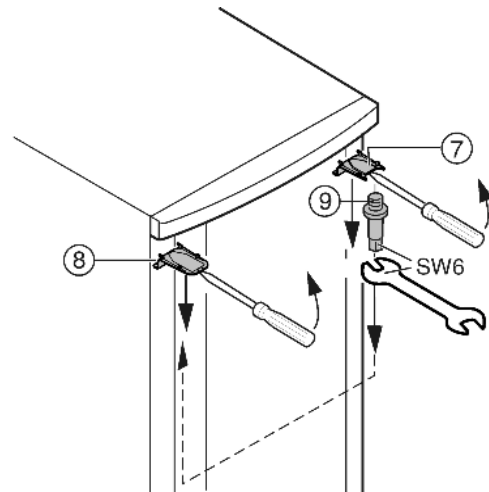

Fig. 8
- ▶ Fenn a Fig. 8 (7) és a Fig. 8 (8) fedelet pattintsa ki egy csavarhúzó segítségével, és ferdén lefelé távolítsa el.
- ▶ Csavarja ki a tartócsapot Fig. 8 (9) és az ellenkező oldalon csavarja be **4 Nm-es nyomatékkal**.
- ▶ A fedelet Fig. 8 (7) szerelje vissza a tartócsap oldalára: hátul illessze be és elől pattintsa be.
- ▶ A fedelet Fig. 8 (8) az ellenkező oldalon szerelje fel: hátul illessze be és elől pattintsa be.
- ▶ Az ajtó felül függessze a tartócsapra Fig. 8 (9).